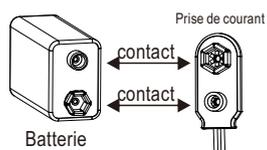

Figure 4
2. Retirez la batterie vide et reconnectez la batterie pleine au connecteur comme illustré à la Figure 4.